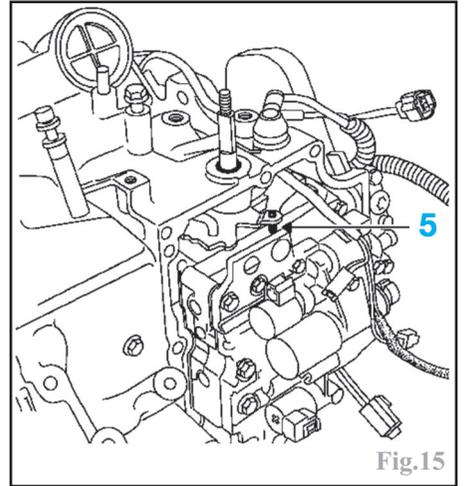
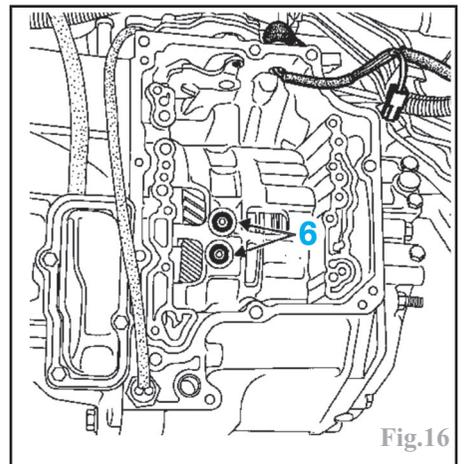
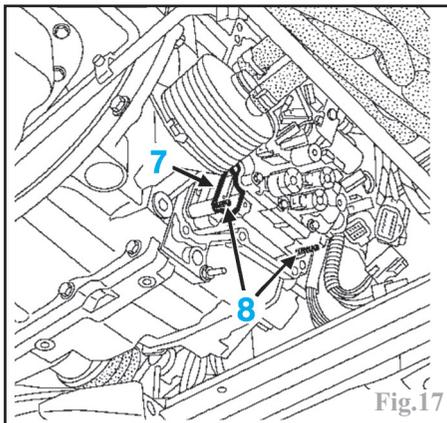

Fig.15
Fig.16
Fig.17
-le bloc électro-hydraulique, en l'inclinant légèrement afin de décrocher la commande du sélecteur de la transmission automatique (5) (Fig.15).
-les 2 joints toriques (6) (Fig.16).
-remplacer les joints toriques (6) (Fig.16) et le joint en papier (7) (Fig.17).
-veiller à ne pas déplacer les joints toriques (6) et le joint en papier (7) en reposant le bloc électro-hydraulique.
Mettre en place 2 goujons (8) pour guider le bloc électro-hydraulique (Fig.17) puis veiller à engager correctement la commande du sélecteur (5) (Fig.15).